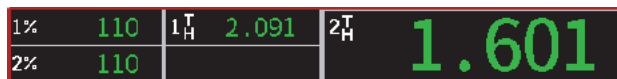

图 4-7 加亮显示的测量读数栏
1. 在屏幕显示实时 A 扫描时，按制表键（），加亮显示测量读数栏，此时测量读数栏周围出现红色边框（参见第 47 页的图 4-7）。